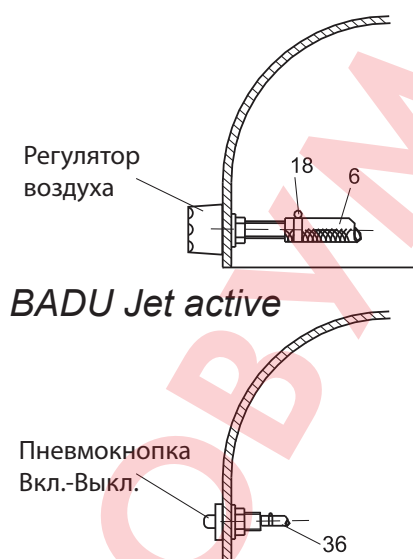

Рис.3
5.8 Подсоедините гибкий армированный шланг (6) диам. 14 мм к штуцеру регулятора подачи воздуха и закрепите его при помощи хомута (18), рис.3. Место подсоединения шланга находится внутри корпуса противотока.
5.9 Наденьте пластиковую трубку (36) рис.3 диам. 3 x 1.5 мм от пневмокнопки на штуцер пневмореле в клеммной коробке на эл.двигателе насоса.
10.1 Включение противотока производится путем нажатия на встроенную в корпус пневмо-кнопку, стр. 5, рис.3